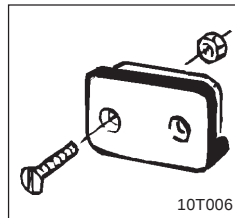

Fig. 6.1
- Fixez le support (fig. 6.1) destiné au boîtier dans la cabine du tracteur.